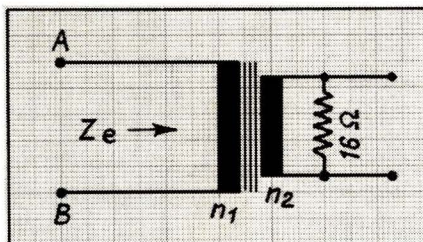

Fig. 3. — Schéma du transformateur.
**P 41.** — Un transformateur parfait comporte, au primaire, un nombre de spires  $n_1 = 900$  et au secondaire un nombre de spires  $n_2 = 60$  (fig. 3). On suppose qu'il